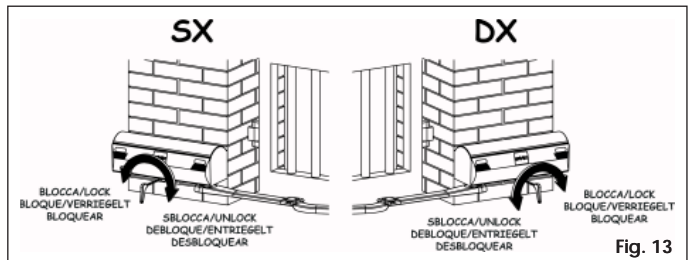

Fig. 13
- Introduire la clé Allen fournie et tourner sur un demi-tour environ jusqu'à l'arrêt dans le sens indiqué par la Fig. 13 en fonction du type de montage.
- Inserire la chiave a brugola in dotazione e ruotare di circa mezzo giro fino all'arresto nel senso indicato in Fig. 13 in relazione al tipo di montaggio.